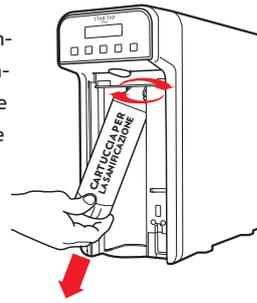

Fig. 2-29
29.30 - Estrarre la cartuccia per la sanificazione ruotando la stessa in senso orario verso destra fino alla completa estrazione, vedi Fig. 2-29.